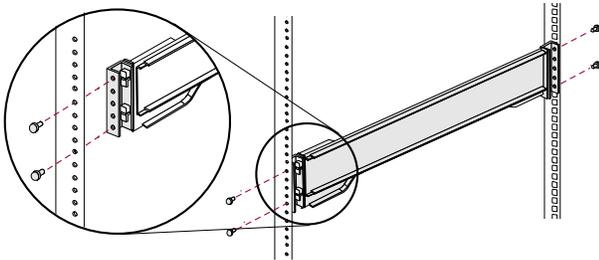

Рисунок 8. Использование переходников с круглыми отверстиями
2. Расположите **левую (если смотреть на стойку) направляющую** в стойке, совместив отверстия переходника с нужными **передними** отверстиями в левой части стойки (Рис. 8 на стр. 3).